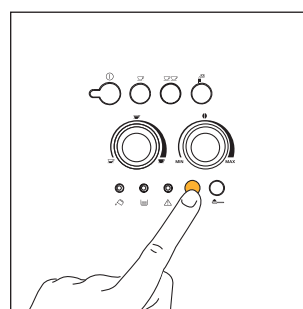

Fig. 14
1) Si ni bien encendida la máquina se desea hacer una taza de café corto (inferior a 60cc), use el agua caliente del enjuague para precalentar las tazas (véase el consejo en el § 4.3 punto 5). Por el contrario, si del último café hecho han transcurrido más de 2/3 minutos, antes de hacer un café nuevo, **es necesario precalentar el infusor, presionando el botón ☕/☕** (fig. 14). Luego deje que el agua caiga en la bandeja recogegotas, o bien utilice este agua para llenar (y luego vaciar) la taza de café para precalentarla.